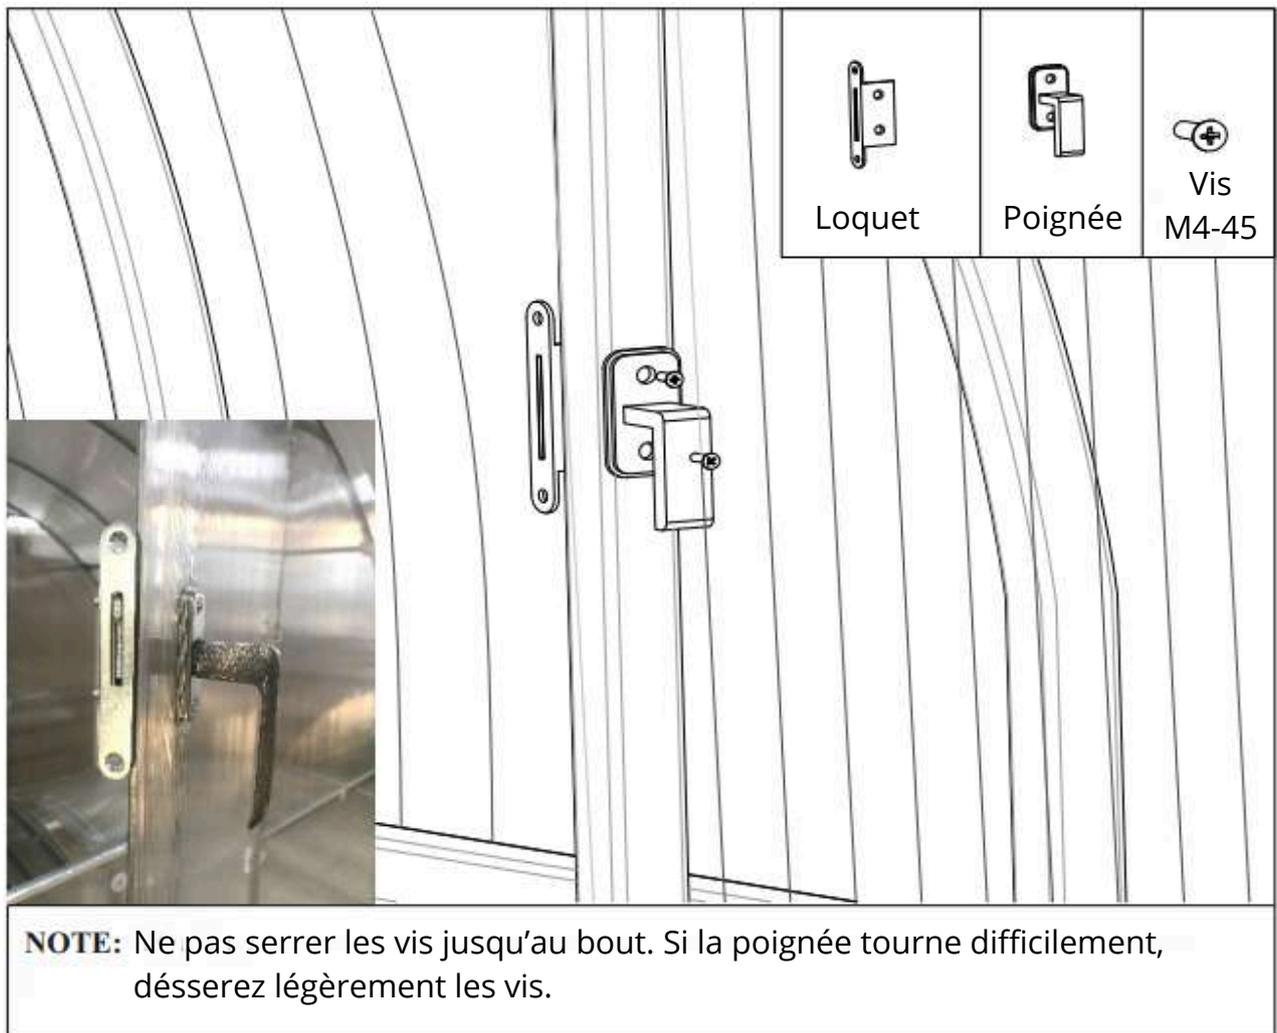

Fig. 22
**24 -** Installez les poignées (No 29) dans les points de porte-fenêtre déjà préparés. Nous recommandons de faire le trou de montage pour la poignée sur la plaque en utilisant un couteau de construction en coupant des trous en forme de X dans les trous métalliques. Faites une ouverture sur la partie externe du revêtement. **VOIR FIG. 22** **NOTE : Fixez les bords avec des "joints demi-ronds".**